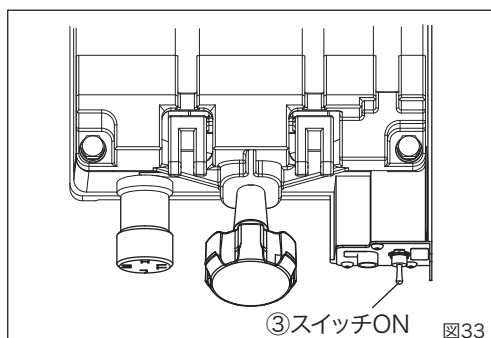

図33
③ベース前面右側にあるスイッチをONにし、ノコ刃を回転させます。(図33)